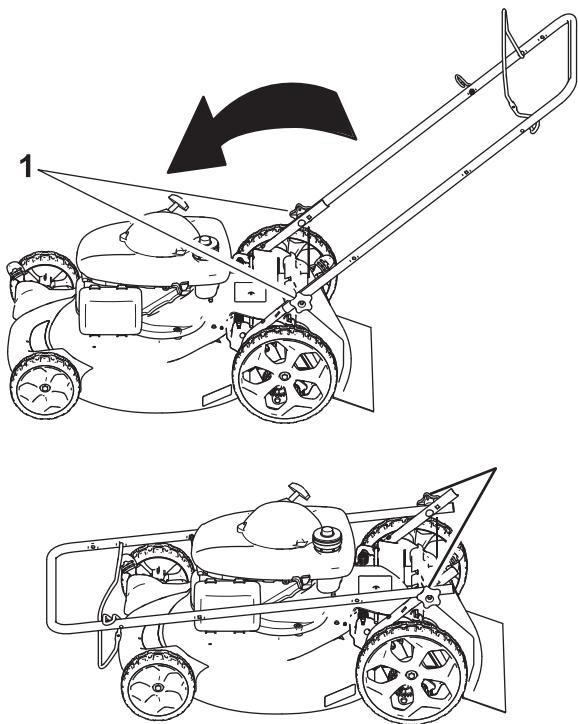

Figure 15
- Soulevez le déflecteur arrière (Figure 15).
- Insérez les extrémités de l'éjecteur latéral dans les crans des supports du guidon (Figure 15).